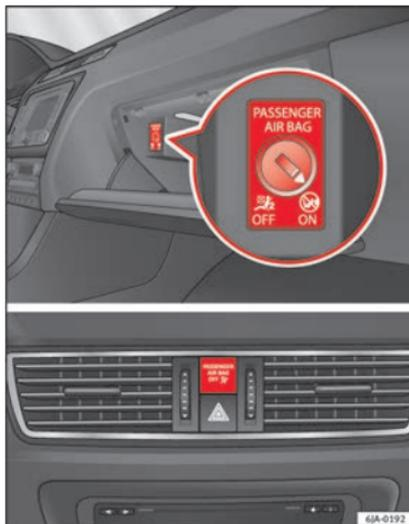

Fig. 81 Commande de l'airbag frontal du passager avant/témoin de désactivation de l'airbag passager
- l'airbag désactivé est indiqué par le témoin **OFF**  qui s'allume sur l'inscription **PASSENGER AIR BAG OFF**  située au centre de la planche de bord » **fig. 81** » page 76.
- l'airbag désactivé est indiqué par le témoin **OFF**  qui s'allume sur l'inscription **PASSENGER AIR BAG OFF**  située au centre de la planche de bord » » fig. 81 .
- Introduisez le panneton de la clé dans la rainure prévue à cet effet de la commande de désactivation de l'airbag du côté passager » » fig. 81. Le panneton doit entrer sur 3/4 environ de sa longueur, jusqu'à atteindre la butée.